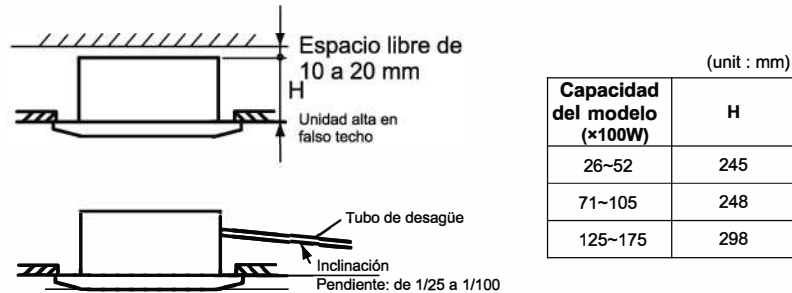

Imagen 3.2 Ubicación de instalación de la unidad interna
- Seleccione la ubicación de instalación siguiendo la Imagen 3.2:
- (A) Espacio mínimo
- (B) Inclinação de la tubería de desagüe 1:25 1~/100